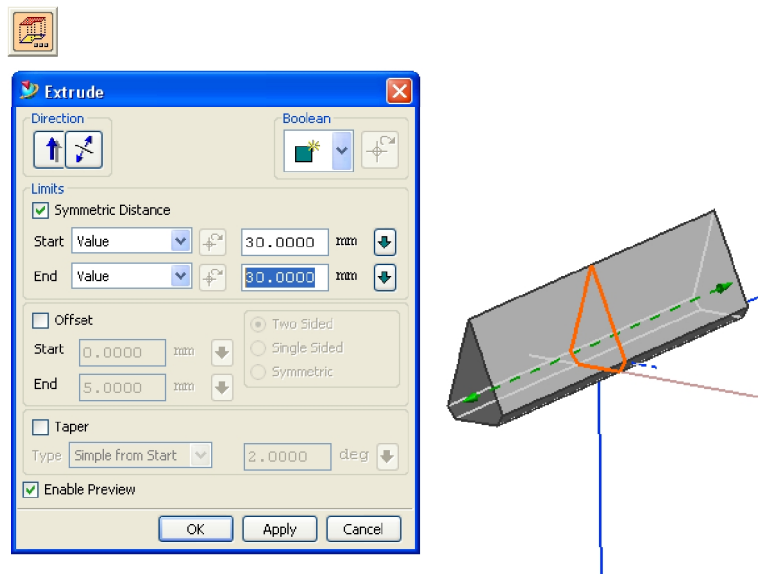

Рис. 10. Создание хвостовика лопатки
6. Протяните полученное сечение вдоль оси хвостовика: **Insert** → **Design Feature** → **Extrude** , активизируйте **Extrude dialog** (кнопка ) , задайте **Symmetric Distance** в **Limits**, задайте расстояние 30 мм в окне **Start** и нажмите **OK**. В результате получим тело хвостовика (Рис. 10).